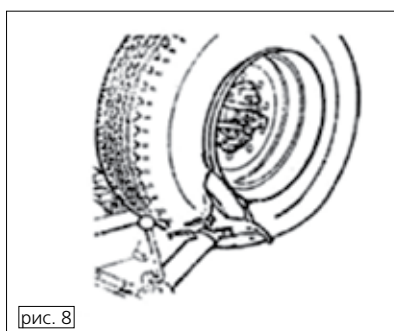

рис. 8
- (1) Убедитесь в том, что из камеры выпущен воздух, а колесо зафиксировано.
- (2) Переведите инструментальную консоль (9) в рабочее положение, зацепите рукоятку (10) за опору (8).
**Периодически проверяйте положение блокировки (10).**
- (3) Используя джойстик (5), установите диск (12) у края диска (рис. 8).